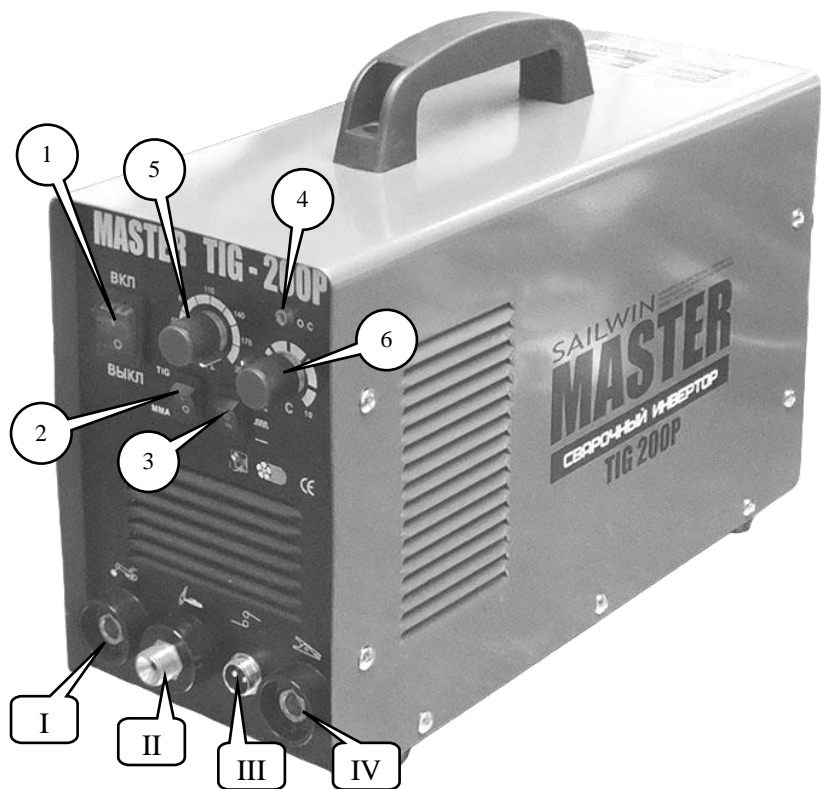

Рис. 1. Расположение органов управления и индикации.
- Подключить силовой разъем держателя электродов к разъему I (Рис. 1) сварочного аппарата.
- Подключить силовой разъем держателя электродов к разъему IV (Рис. 1) сварочного аппарата.